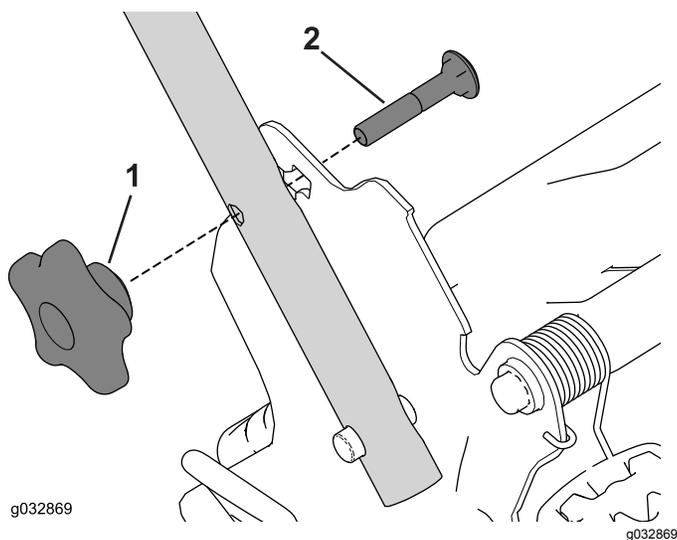

**Рисунок 23**
3. Сложите рукоятку, повернув ее вперед (Рисунок 23).